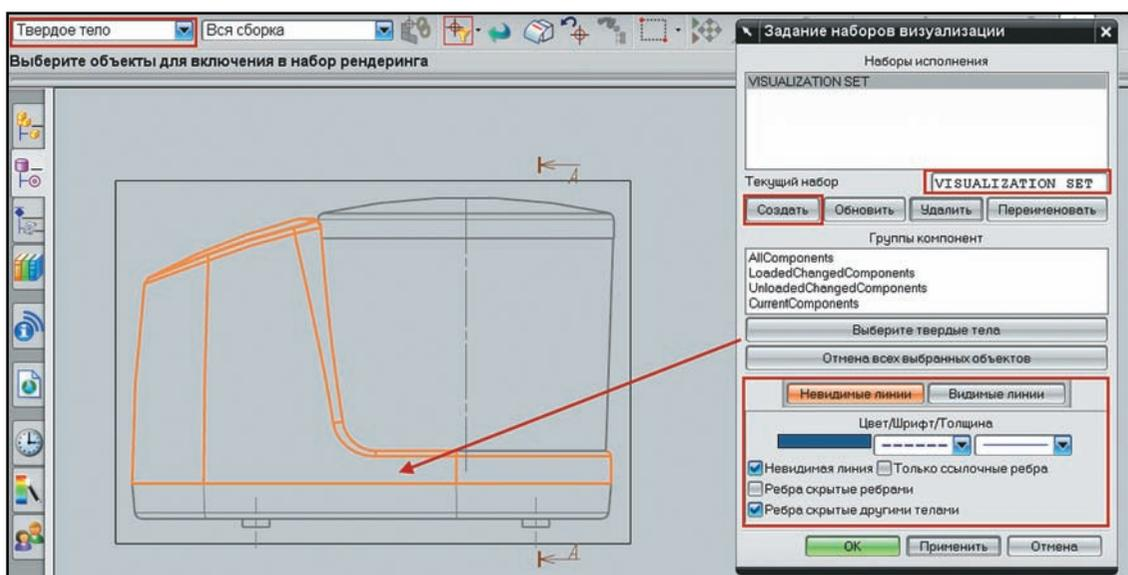

Рисунок 9.19. Создание набора визуализации
- Вызовите диалог настроек чертежа, выбрав пункт главного меню **Настройки > Черчение**, и, переключившись на вкладку **Вид**, нажмите кнопку **Задние наборы визуализации (Define Render Sets)**. Откроется окно задания наборов визуализации, в котором необходимо задать параметры отображения для выбранных тел (рис. 9.19).